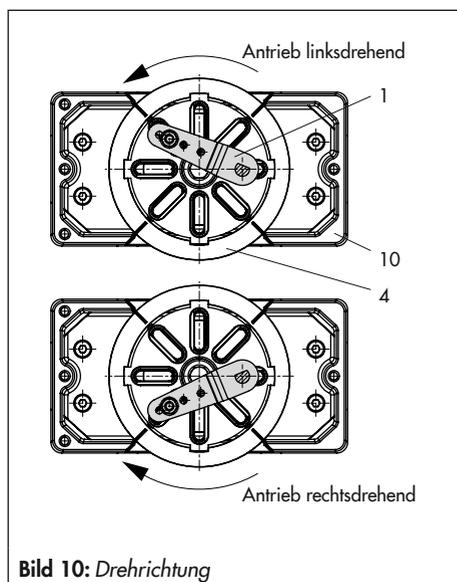

Bild 10: Drehrichtung
4. Kupplung (4) auf die geschlitzte Antriebswelle bzw. den Adapter (3) aufstecken und mit Schraube (4.1) und Tellerfeder (4.2) festschrauben.
5. Am Hebel M (1) des Stellsreglers den Standard-Abtaststift (2) herausschrauben. Den Abtaststift ($\varnothing 5$) aus dem Anbausatz an Stiftposition 90° verschrauben.
6. Ggf. Manometerhalter (7) mit Manometern oder bei erforderlichen Anschlussgewinde $G \frac{1}{4}$ die Anschlussplatte (6) montieren, auf richtigen Sitz der beiden Dichttringe (6.1) achten. Bei doppeltwirkenden federlosen Schwenkantrieben wird ein Umkehrverstärker für den Anbau am Antrieb benötigt, vgl. Kapitel 5.8.
8. Stellsregler auf das Gehäuse (10) setzen und festschrauben. Dabei den Hebel (1) so ausrichten, dass er unter Berücksichtigung der Drehrichtung des Antriebs mit seinem Abtaststift in den entsprechenden Schlitz eingreift (Bild 10).